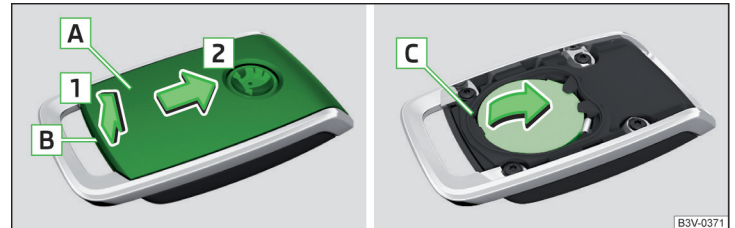

Abb. 343 Abdeckung aufklappen / Batterie herausnehmen
- › Mit einem dünnen Schlitzschraubendreher die Abdeckung **A** im Bereich **B** lösen » Abb. 343.